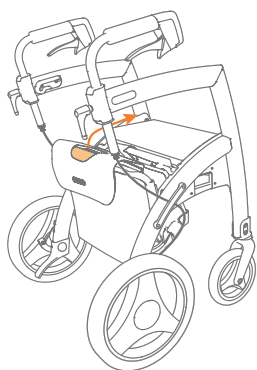

Figura 40: Tirare lo schienale verso l'alto e in avanti.
- b. Per convertire il deambulatore in una sedia a rotelle elettrica, il pacchetto della sedia a rotelle deve essere tirato su. Prendere la maniglia del pacchetto della sedia a rotelle e tirare leggermente verso l'alto e verso la parte anteriore fino a metà del telaio (**Figura 40**).